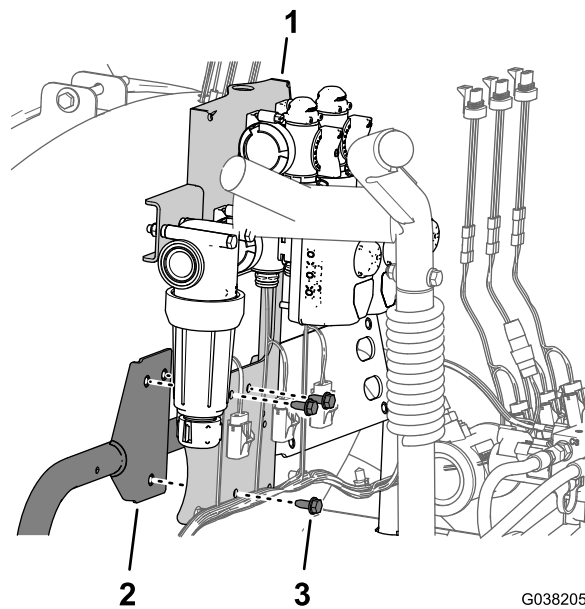

Рисунок 48
- Совместите 3 отверстия в кронштейне клапанов перемешивания, регулирования расхода и главного распылительного клапана с креплением (Рисунок 48).
- Установите кронштейн клапанов перемешивания, регулирования расхода и главного распылительного клапана на крепление (Рисунок 48) с помощью 3 болтов с фланцевыми головками (5/16 x 3/4 дюйма), снятых при выполнении пункта 1 в разделе Демонтаж клапанов перемешивания, регулирования